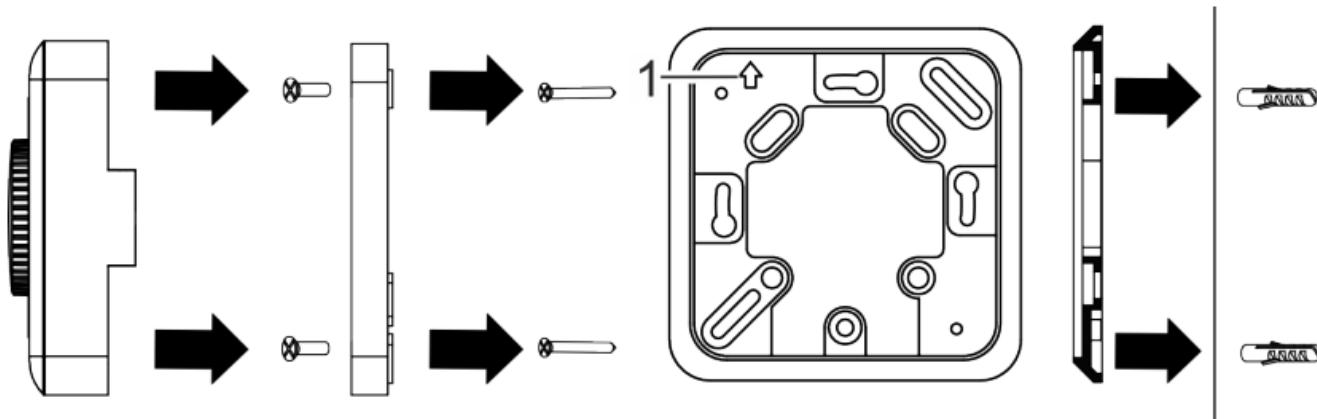

Fig. 4: Montaggio della base dell'alloggiamento sulla piastra di montaggio
1. Montare la piastra di montaggio sulla scatola sotto intonaco con le viti (3,5 x 25 mm) (Fig. 4).
La freccia (Fig. 4/1) sulla piastra di montaggio dev'essere rivolta verso l'alto.
6. Montare la base dell'alloggiamento dell'apparecchio sulla piastra di montaggio con le viti (3 x 6 mm) (Fig. 4).